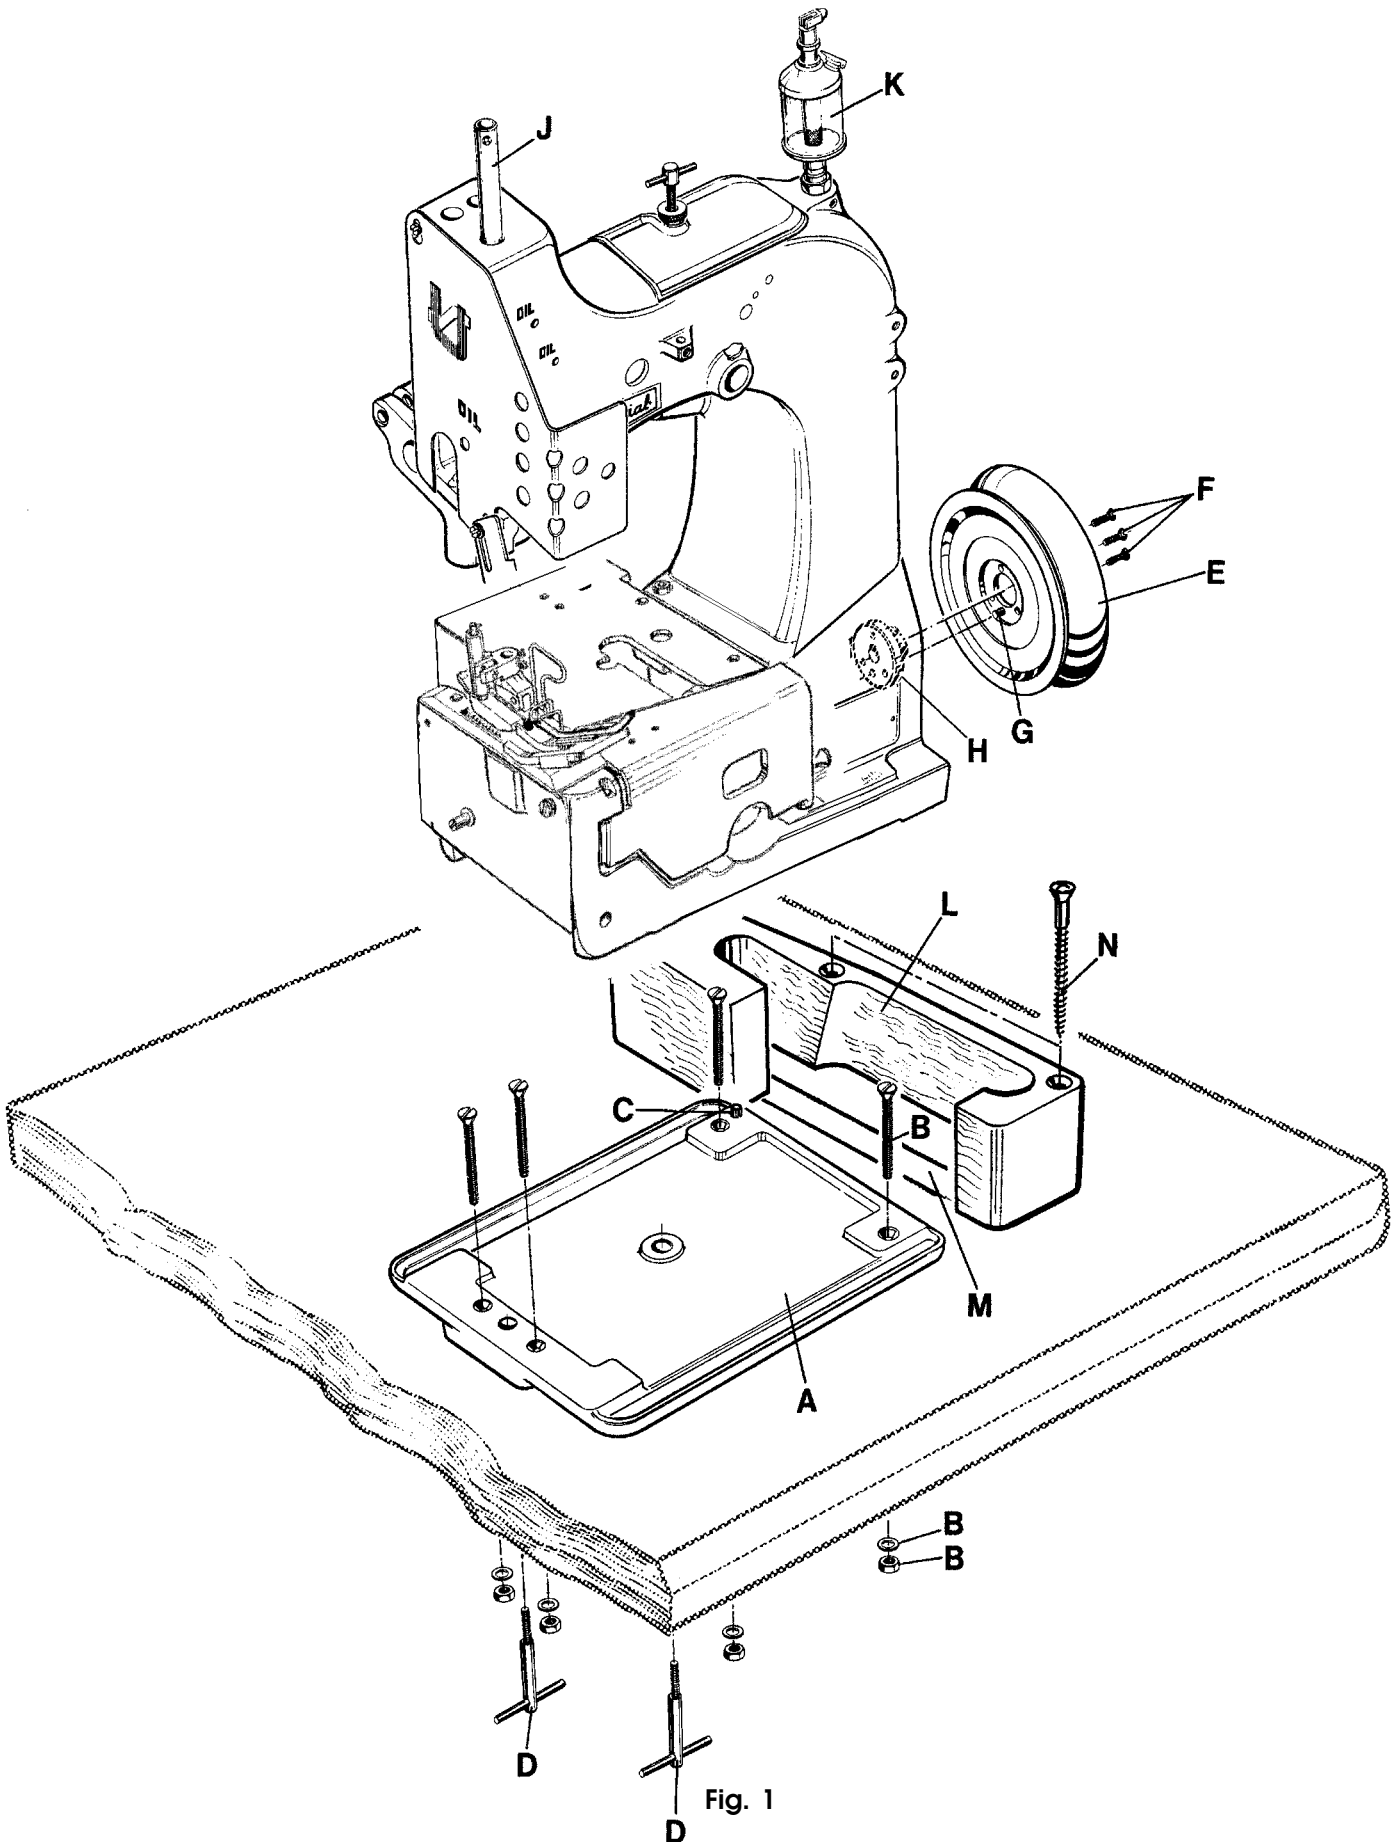
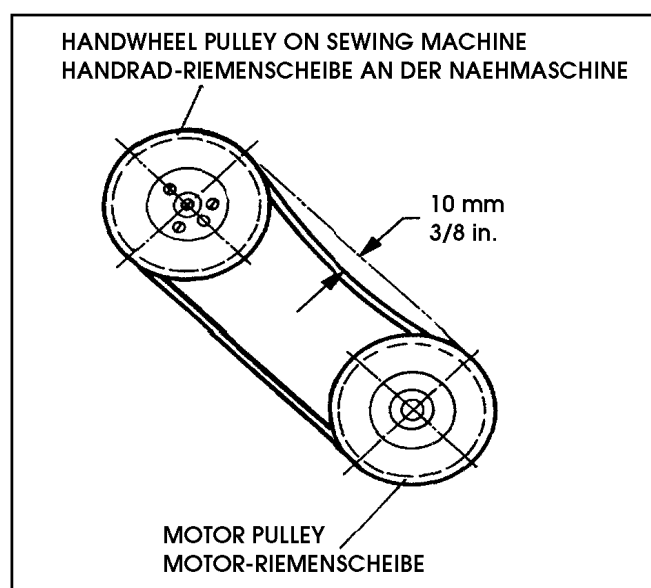

Fig. 1
Fig. 2
2. Mount the base plate (A, Fig. 1) with four screws, nuts and washers (B) in the provided holes on the table board.
3. Place the sewing machine on the base plate so that the roll pin (C) in the base plate engages with the right rear hole in the machine base.
4. Fasten the sewing machine with the two T-screws (D) on the base plate.
6. Assemble the handwheel pulley (E) with three countersunk screws (F) to the sewing machine. Pin (G) must engage with the hole in hub (H).
7. Screw in needle bar guard (J).
8. Screw in sight feed oiler (K).
9. Align the handwheel belt guard (L) with the V-belt slot (M) in the table board and with the handwheel pulley and fasten it with two wood screws (N) on the table board.
10. Dismount motor belt guard. Place the V-belt around the motor pulley and slue the motor to tense the belt. The tension on the V-belt is correct, when with moderate finger pressure it will deflect approx. 10 mm (3/8 in.) midway between handwheel pulley on the sewing machine and motor pulley (see Fig. 2). Remount motor belt guard.
2. Monte la placa de base (A, Fig. 1) con los 4 tornillos, tuercas y arandelas (B) en los huecos ya listos en la tabla de la mesa.
3. Coloque la maquina sobre la base, de manera que el pasador de regulación (C) en la placa base, encaje en el hueco derecho trasero de la base de la máquina..
4. Asegure la máquina de coser con los 2 tornillos T (D) en la placa de base.
6. Monte la rueda del volante (E) con los 3 tornillos remache (F) a la máquina de coser. El pasador (G) debe encajar en el hueco dentro de la rueda (H).
7. Atornille la barra de aguja (J).
8. Asegure la aceitera (K).
9. Aline el guarda correa del volante (L) con la perforación para la correa en la mesa (M) y con la rueda del volante y sujetelo con los 2 tornillos para madera (N) a la mesa.
10. Desmonte el guarda correa del motor. Coloque la correa en V alrededor del volante y ajuste el motor para tensar la correa. La tensión del la correa en V será lla correcta cuando ejerciendo presión moderada con el dedo ceda en aprox. 10mm (3/8 pulgada) en la mitad entre la rueda del volante en la maquina de coser y la rueda del motor (Ver Fig. 2). Coloque nuevamente el guarda correa del motor.